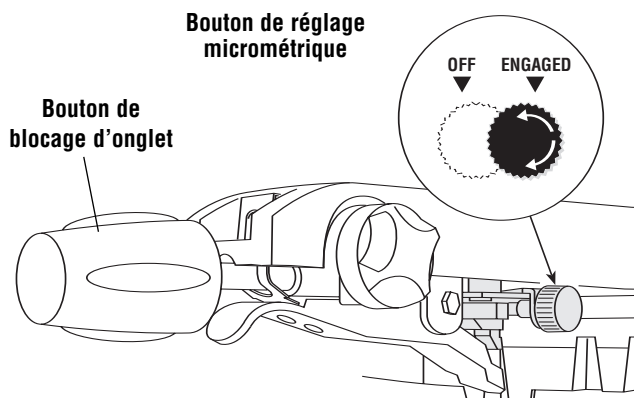

Figure 2. Système de réglage micrométrique
3. Appuyez sur le bouton de réglage micrométrique pour l'amener à la position 'ENCLENCHÉ'. Ceci met le système en prise dans l'encoche du cran (Figure 2).